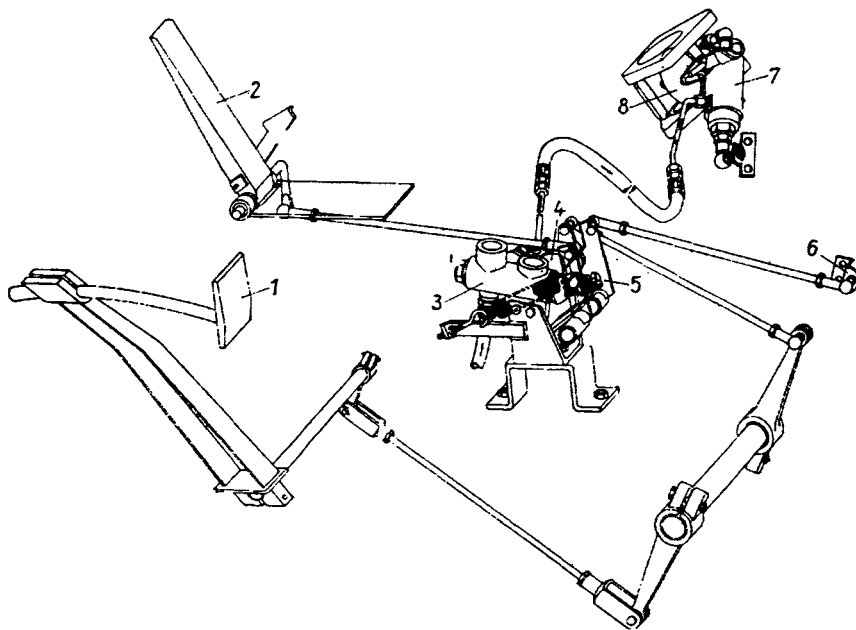

Рис.71 Схема устройства для торможения двигателем
10.3. Устройство для торможения двигателем (см. рис.71)